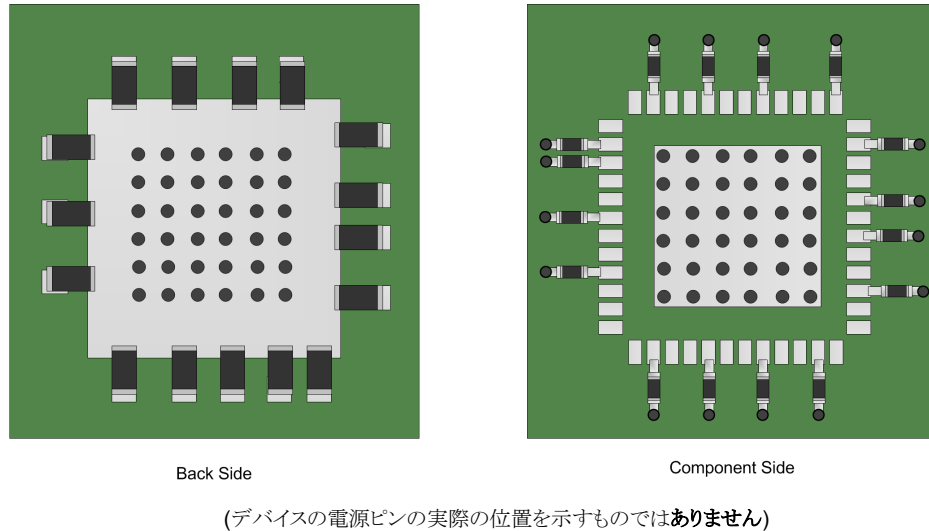

図 9-4. 電源バイパス コンデンサの一般的な配置
**図 9-4** は、PCB の背面またはコンポーネント側にある電源バイパス コンデンサの 2 つの一般的な配置を示しています。コンデンサを裏面に実装する場合は、コンポーネント 0402 を使用できます。部品側の実装には、0201 の本体サイズのコンデンサを使用して信号の配線を容易にします。コンポーネントの側面と裏面の配置を組み合わせで使用できます。バイパス コンデンサとデバイスの電源との間の接続はできる限り短くします。グランド プレーンへの低インピーダンス接続を使用して、コンデンサの反対側をグランドに接続します。